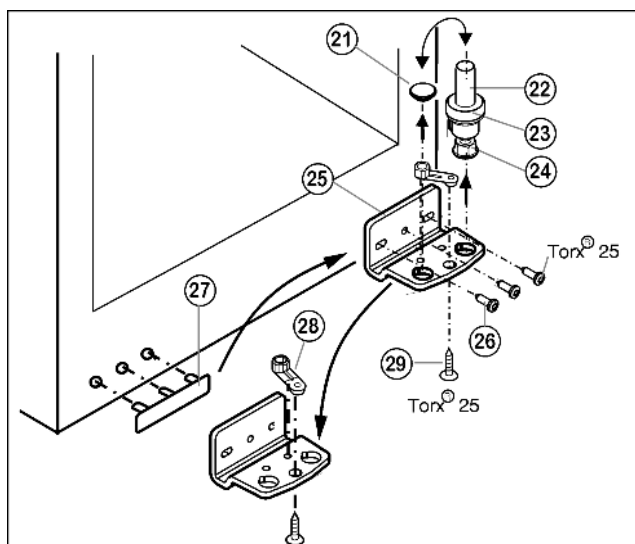

Fig. 6
- ▶ Ležajne sornike Fig. 6 (22) v celoti skupaj s podložko Fig. 6 (23) innogami Fig. 6 (24) izvlecite s potegom navzgor.
- ▶ Dvignite čepe Fig. 6 (21).
- ▶ Odvijte Fig. 6 (25) ležajni podstavek Fig. 6 (26).
- ▶ Odvijte Fig. 6 (29) ležaj Fig. 6 (28) in ga prestavite v nasprotno odprtino ležajnega podstavka, močno privijte.
- ▶ Pokrov na strani z ročajem Fig. 6 (27) previdno dvignite in prestavite na nasprotno stran.
- ▶ Ležajni podstavek Fig. 6 (25) vstavite na novo stran s tečaji in s pomočjo akumulatorskega izvijača ponovno privijte (s 4 Nm).
- ▶ Čepe Fig. 6 (21) vstavite v drugo odprtino.
- ▶ Ponovno vstavite ležajne sornike Fig. 6 (22) v celoti skupaj s podložko in nogami. Pri tem pazite na to, da je zaskočni zapah obrnjen nazaj.
- ▶ Vrata od zgoraj nasadite na ležajni sornik spodaj Fig. 6 (22).
- ▶ Vrata po potrebi čez obe vzdolžni odprtini v ležajnem podstavku spodaj Fig. 6 (25) poravnajte z ohišjem aparata. Odvijte srednje vijake.